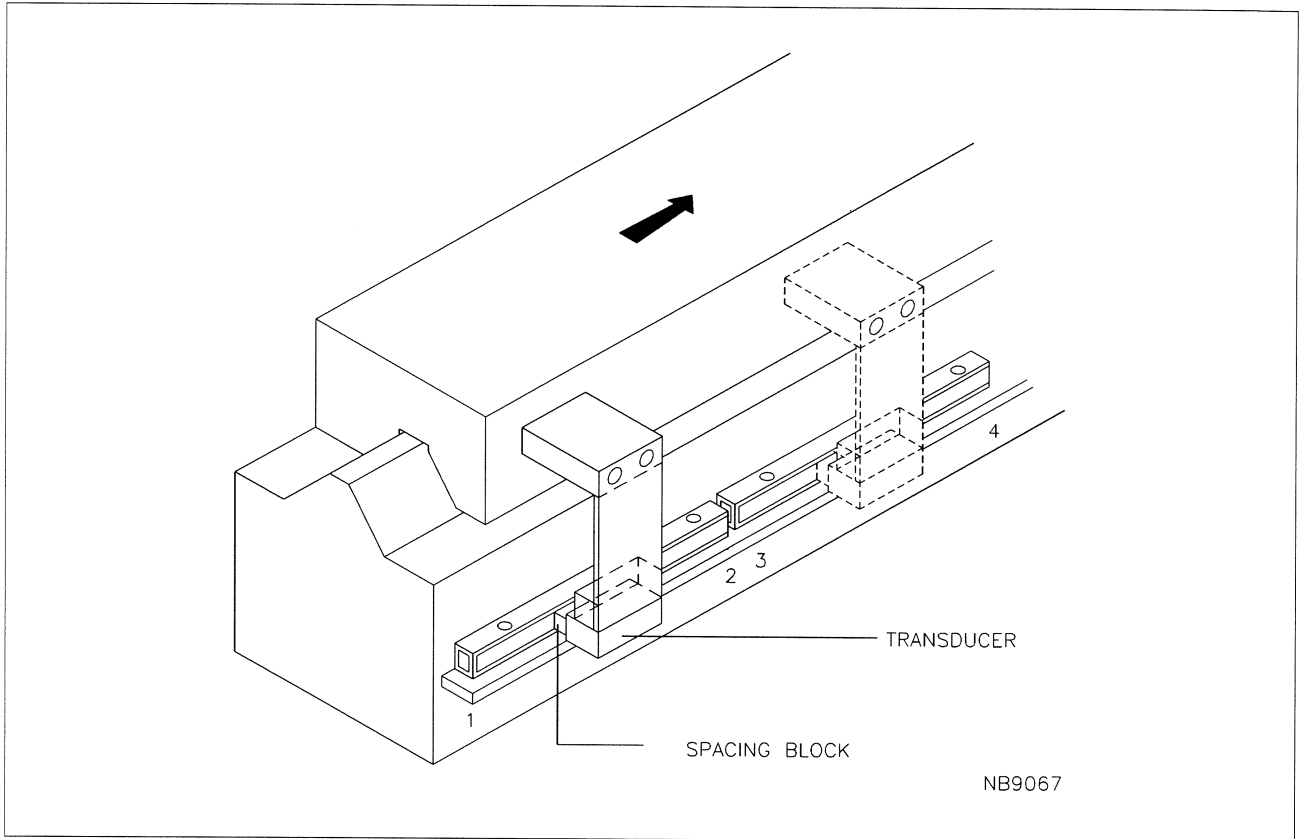

Fig. 39
- Déplacer le chariot de sorte que le capteur soit situé à l'extrémité gauche de la première règle (Fig. 39, point 1).
- Enlever la cale d'épaisseur et déplacer le chariot de sorte que le capteur est situé à l'extrémité droite de la règle (Fig. 39, point 2).